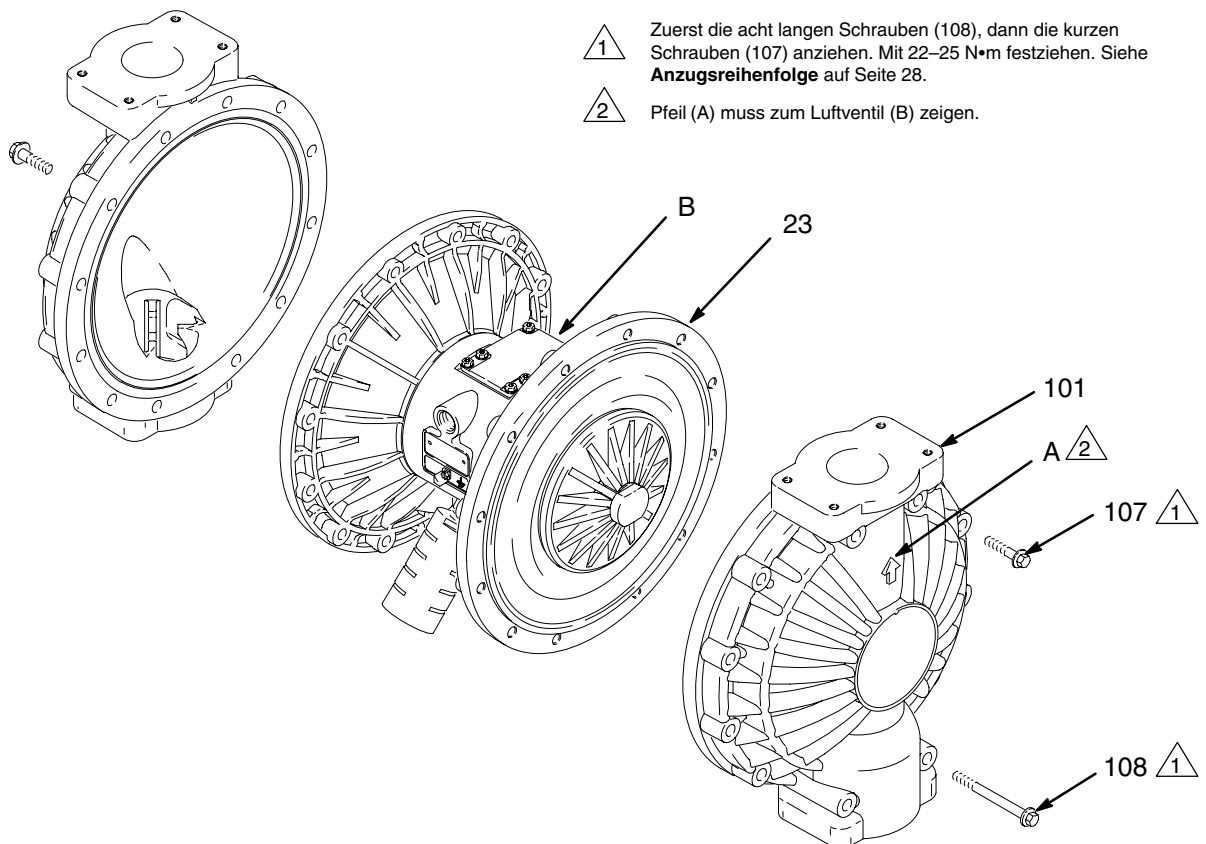

Abb. 12
3. Mit den 13-mm-Steckschlüsseln die Schrauben (107 und 108) lösen, mit denen die Materialabdeckungen (101) an den Luftabdeckungen (23) befestigt sind. Die Materialabdeckungen (101) von der Pumpe abnehmen. Siehe Abb. 12.
4. Mittelfestes (blaues) Loctite® oder ein ähnliches Mittel auf die Gewinde der materialeitigen Scheiben (105) auftragen. Eine der äußeren Scheiben (105) mit dem Schlüssel festhalten und die andere Scheibe mit 27 bis 34 N•m bei maximal 100 U/min anziehen. Nicht zu fest andrehen.
5. Die Materialdeckel (101) und das zentrale Gehäuse (1) so ausrichten, dass die Pfeile (A) auf den Deckeln in die gleiche Richtung zeigen wie das Luftventil (B). Die Abdeckungen mit den Schrauben (107 und 108) von Hand anziehen. Die längeren Schrauben (108) in die Öffnungen oben und unten an den Abdeckungen einschrauben. Siehe Abb. 12.
6. Zunächst die längeren Schrauben (108) mit einem 13 mm-Steckschlüssel entgegengesetzt und gleichmäßig auf 22–25 N•m anziehen. Dann die kürzeren Schrauben (107) mit dem richtigen Drehmoment anziehen. Siehe **Anzugsreihenfolge**, Seite 28.